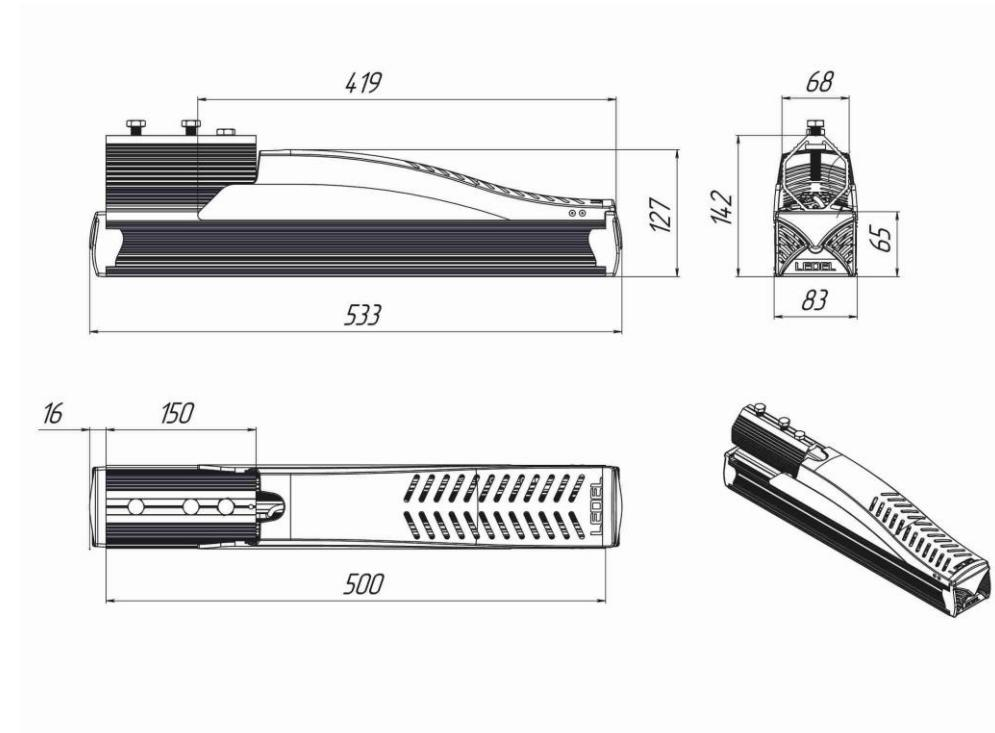

Рисунок 1 Габаритные размеры светильника «L-street 24 Premium»
- a) Ослабить фиксирующие болты (кроме ограничительного болта, см. рис. 1);